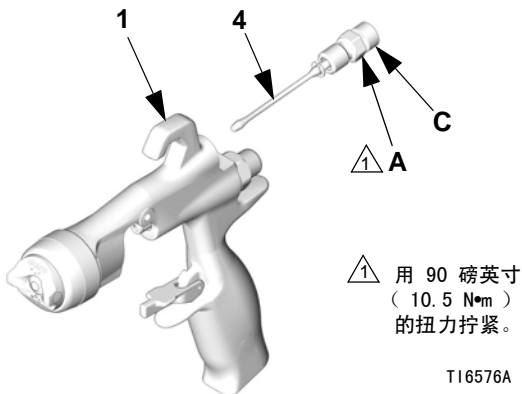

图 34
2. 从枪体（1）的后面拧开喷幅阀密封螺母（A）将喷幅阀组件（4）推出枪体。见图 34。